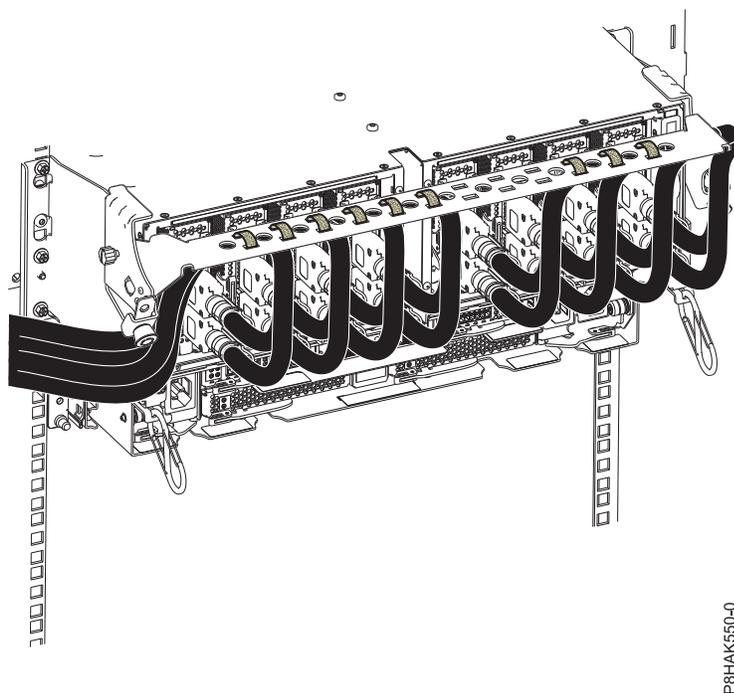

Figura 11. Encaminhar os cabos para o suporte de gestão de cabos
5. Encaminhe o CXP, cabos da gaveta de expansão e cabos de entrada/saída (E/S) para o suporte de gestão de cabos. Consulte Figura 11 na página 11.
- f. Através da utilização de presilhas, encaminhe o fio grosso e a fibra do cabo para o suporte de gestão de cabos conforme demonstrado em Figura 11 na página 11.